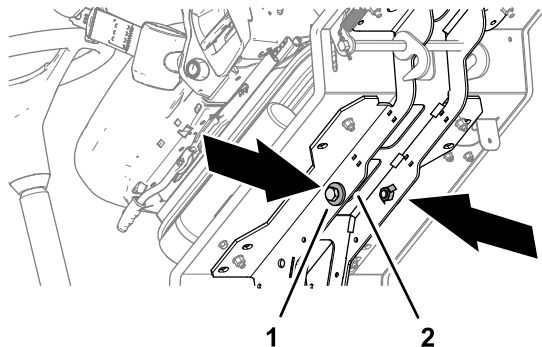

Figura 39
6. Riponete i 2 bulloni 12 x 40 mm e le 2 rondelle da 12 mm che si trovano nelle guide di sostegno della pedana (Figura 39).